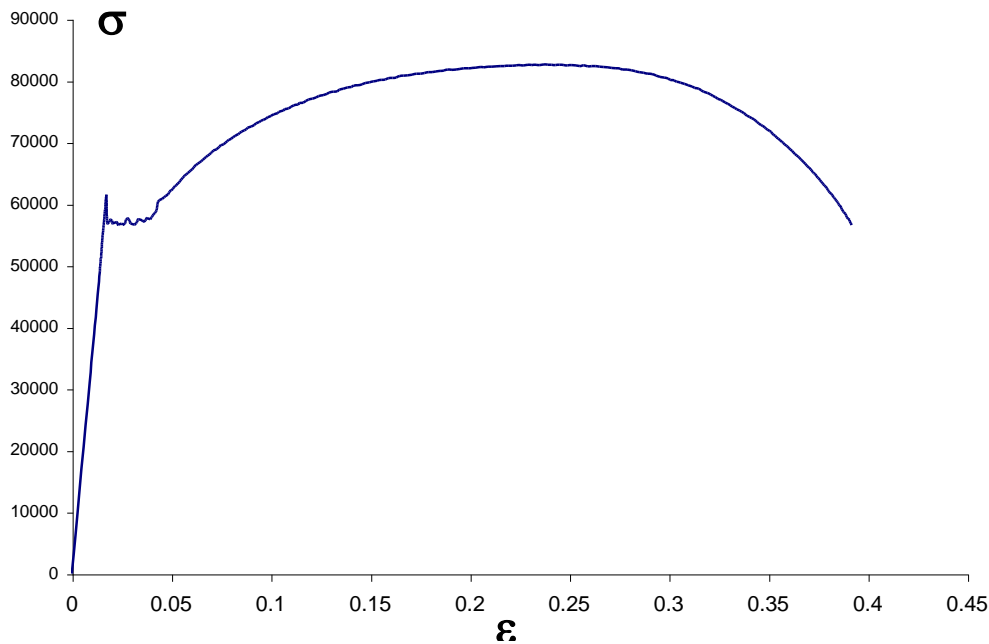

Figura 6.- Gráfica Esfuerzo – Deformación Unitaria final.
h).- Para que la gráfica esté completa lo único que se tiene que hacer es agregar un cero a los valores del Esfuerzo y la Deformación Unitaria corregida justo antes de σ_1 y su deformación correspondiente, así se completará la recta que falta desde cero a σ_1 . La gráfica corregida y final esta representada en la Figura 6.